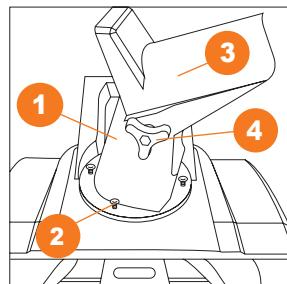

Рис. 9
1. Установите желоб выброса снега ① и зафиксируйте его четырьмя винтами ② (Рис. 9).
2. С помощью дефлектора ③ отрегулируйте дальность выброса снега и зафиксируйте его двумя баращковыми гайками ④ (Рис. 9).